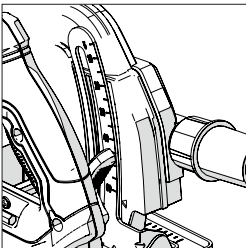

Fig. 11
**Notă:** Un șubler de adâncime poate fi găsit pe cadranul de reglare a adâncimii, iar un indicator se află încorporat în zona alăturată a scutului superior al discului uneltei. (Fig. 11) Utilizarea acestor funcții poate facilita o setare rapidă.